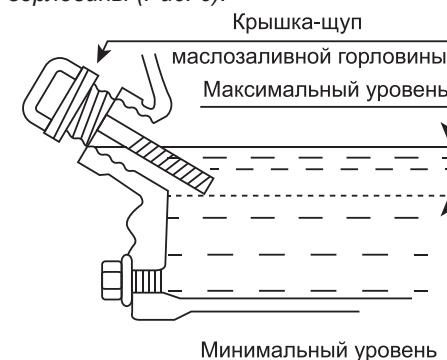

Рис. 6 Проверка уровня масла в картере
*Максимальный уровень масла в картере соответствует нижней кромке маслозаливной горловины (Рис. 6).*
- При недостаточном уровне масла в картере необходимо долить чистое масло до верхней отметки на щупе, что соответствует нижней кромке заливного отверстия (Рис. 6).